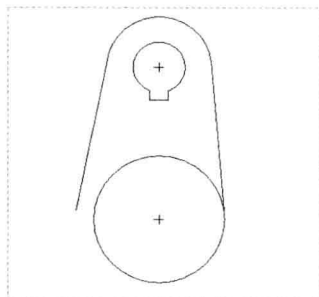

图 3-25 图形文件
Step 01 按【Ctrl+O】组合键，打开图形文件，如图 3-25 所示。